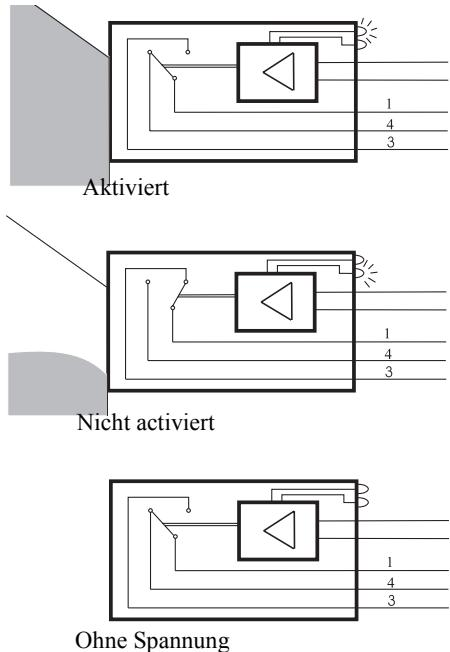

Abb. 1
**Arbeitsweise:** Wenn das Material den Sensor betätigt (Getreide, Futter, u.a.m.) wechselt das eingebaute Relais. Wenn die Betätigung aufhört, wechselt das Relais wieder zurück. Siehe Abb. 1.